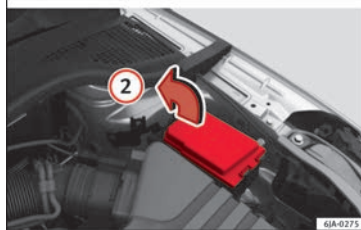

Abb. 88 Im Motorraum: Abdeckung des Sicherungskastens - Variante 2
- Drücken Sie die Verriegelungslasche der Abdeckung in Pfeilrichtung **①** »» **Abb. 87** oder »» **Abb. 88.**
- Heben Sie die Abdeckung an und ziehen Sie sie in Pfeilrichtung **②** heraus.